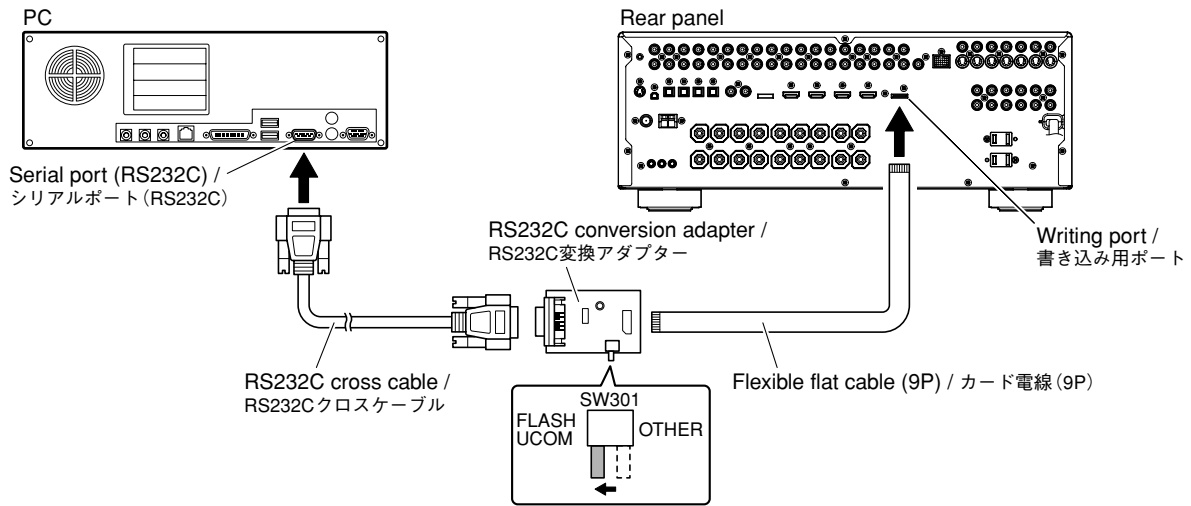

Fig. 1
2. Set the switch (SW301) of RS232C conversion adapter to the “FLASH UCOM” side. (Fig. 1)
3. Connect the writing port of this unit to the serial port (RS232C) of the PC with RS232C cross cable, RS232C conversion adapter and flexible flat cable as shown below. (Fig. 1)
2. RS232C変換アダプターのスイッチ(SW301)を“FLASH UCOM”側に設定します。(Fig.1)
3. 本機の書き込み用ポートとPCのシリアルポート(RS232C)を下記のように接続します。(Fig. 1)